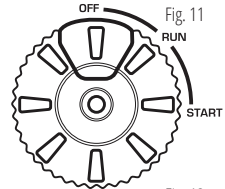

Fig. 12
4. Tournez l'interrupteur multifonction en position OFF (Fig. 12), pour les modèles à essence/gaz - déplacez le commutateur de carburant en position OFF / fermez la vanne d'alimentation en gaz).
Réglez l'ATS SWITCH sur la position ON : (Fig. 12).
L'interrupteur ECONOMY MODE doit être en position OFF : (Fig. 12).